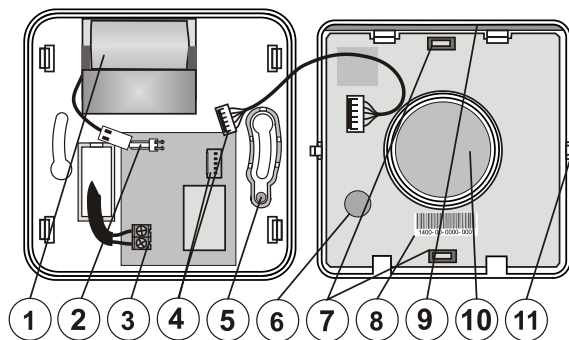

Afbeelding 1: Demontage van de sirene voor de installatie
1. Verwijder het lichaam (knoppen) van de sirene uit het plastic frame door te drukken op de kant van het lichaam (1.) met gebruik van een schroevendraaier zoals weergegeven op afbeelding 1.
4. Bevestig de plastic basis op de geselecteerde plaats met schroeven. Plaats de batterij BAT-3V2-CR2 onder de bovenkant van de plastic basis zoals weergegeven op afbeelding 1.
Een batterij is inbegrepen, maar deze werd door de fabriek niet gemonteerd in de sirene, en moet daarom in het apparaat worden geplaatst. De batterij wordt opgeladen op een standaard manier (zie **Technische specificaties**). Wanneer de batterij vervangen dient te worden, is het mogelijk om de vervangende batterij BAT-3V2-CR2 te bestellen. Verbind hem met de connector (zie afbeelding 1, punt 2). De sirene detecteert automatisch, of de batterij aangesloten is en diagnostiek uitvoert. De gemeten waarden worden vervolgens weergegeven in de software F-link. De sirene bewaakt zijn eigen batterijstatus en informeert een gebruiker (of de servicetechnicus), wanneer de batterij bijna leeg is. Het apparaat functioneert verder, maar het wordt aanbevolen om de batterij binnen 2 weken te vervangen. Gebruik specifiek het type batterij BAT-3V2-CR2.